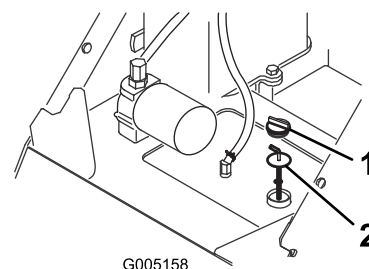

Figure 8
- Nettoyez la surface autour du goulot de remplissage du réservoir hydraulique (Figure 8).
- Enlevez le bouchon du goulot de remplissage et vérifiez le niveau de liquide sur la jauge (Figure 8).